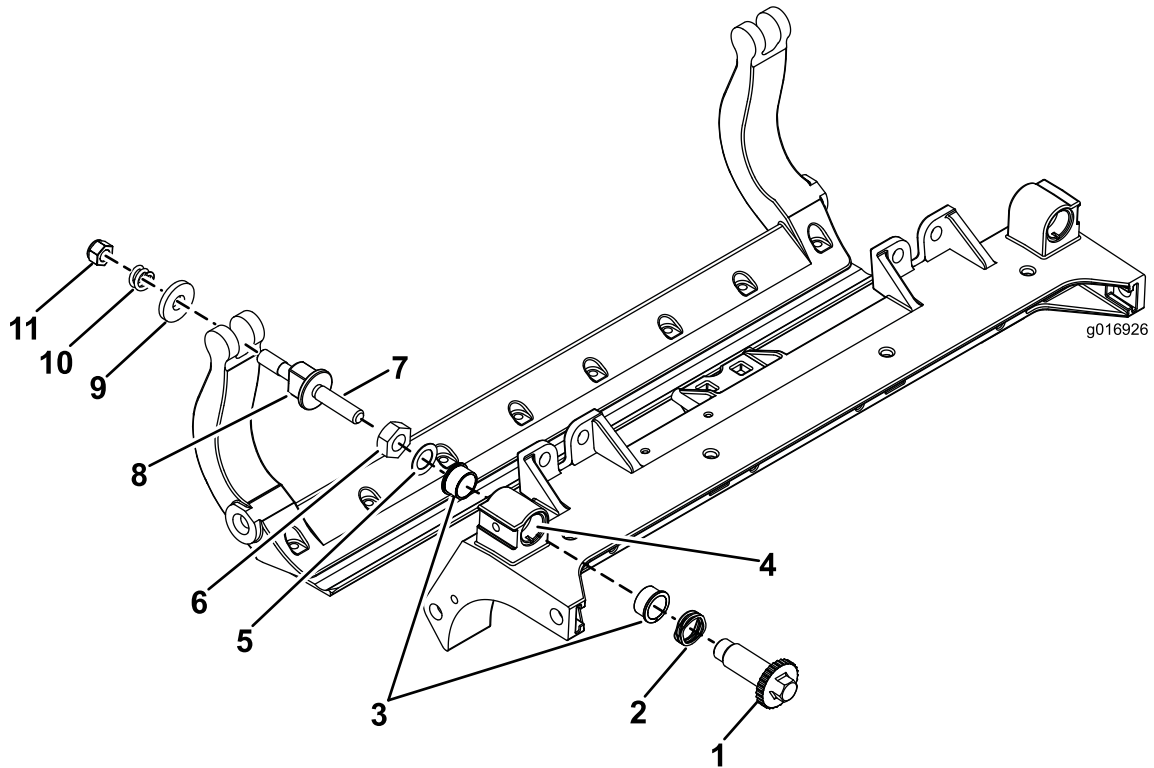

Figure 43
1. Enlevez toutes les pièces (voir les *Instructions d'installation* du kit DPA renforcé et la Figure 43).
2. Appliquez du produit antigrippage à l'intérieur du logement des bagues sur le cadre central de l'unité de coupe (Figure 43).
3. Alignez les clavettes des bagues à embase sur les fentes dans le cadre, et mettez les bagues en place (Figure 43).
4. Posez une rondelle ondulée sur l'axe de réglage et insérez l'axe dans les bagues à embase sur le cadre de l'unité de coupe (Figure 43).
5. Fixez l'axe de réglage avec une rondelle plate et un contre-écrou (Figure 43).
12. Placez une rondelle en acier à l'extérieur de chaque rondelle en nylon (Figure 43).
**Remarque:** Les rondelles peuvent présenter un espace à l'intérieur (Figure 43).
15. Serrez l'écrou sur chaque vis de réglage de la barre d'appui jusqu'à ce que le ressort de compression soit complètement comprimé, puis desserrez l'écrou d'un demi-tour (Figure 43).